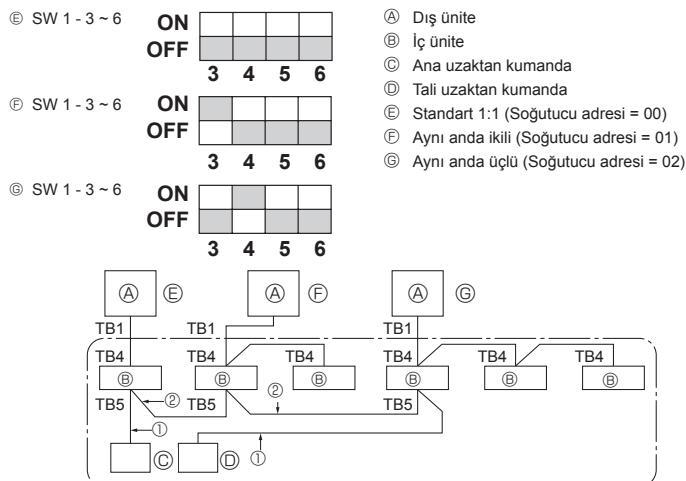

Fig. 9-1
① Elektrik veriliğinde uzaktan kumandanın ekranında "CENTRALLY CONTROL-LED" yazmadığından emin olun. "CENTRALLY CONTROLLED" yazıyorsa, soğutucu çekme işlemi (pompalama) normal şekilde gerçekleştirilemez.
② Sıvı vanası kapatıldıktan sonra, dış ünitenin kontrol panosu üzerindeki SWP düğmesini ON konumuna getirin. Kompresör (dış ünitesi) ve vantilatörler (iç ve dış ünitesi) çalışmaya başlar ve soğutucu çekme işlemine başlanır. Dış ünitenin kontrol panosu üzerinde bulunan LED1 ve LED2 yanar.
9. Sistem kontrolü (Fig. 9-1)